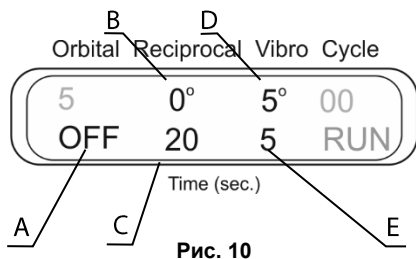

Рис. 10
6.9.4. **3D-Вибро + Пауза** (рис. 10). Выключите 3D-орбитальное движение, установив время на ноль (A, индикация OFF). Установите угол поворота 3D-покачивания на ноль (B). Установите время 3D-покачивания (C, 1-250 с) и продолжительность паузы (C). Установите угол поворота (D, 0-5°) и время (E, 1-5 с) 3D-вибродвижения.